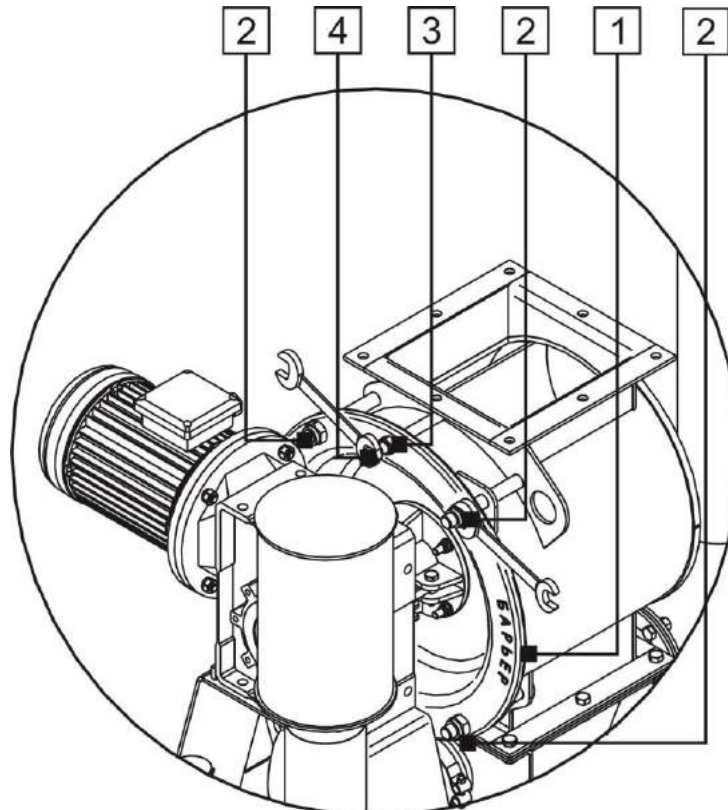

Рис. 7
Для регулирования торцевых зазоров лопастей ячейкового ротора (Рис. 7) чугунная крышка (1) имеет возможность осевого перемещения относительно корпуса шлюзового затвора. Перемещение чугунной крышки (1) и ее фиксации в выбранном положении выполняется путем равномерного подтягивания либо ослабления самоконтращихся гаек (2) и регулировочных болтов (4).